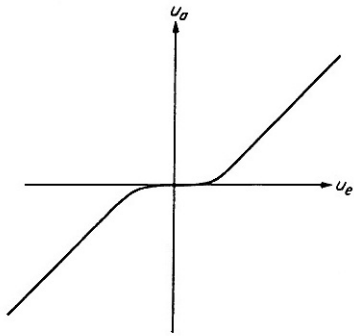

Fig. 4a Übernahmeverzerrung bei
3. Unsymmetrisch arbeitende Verstärkerstufen, d.h. konsequenter Eintaktbetrieb. Daraus resultiert zwangsläufig auch reiner Klasse A-Betrieb. Gegentaktverstärker produzieren um den Nullpunkt herum sogenannte Übernahmeverzerrungen (siehe Fig. 4a und 4b). Diese Art von Verzerrungen können bei Eintaktverstärkern erst gar nicht entstehen. Ein weiterer Vorteil: sowohl positive als auch negative Halbwellen durchlaufen ein und dasselbe verstärkende Bauteil und werden nicht erst auf zwei Wege aufgesplittet, um dann später wieder zusammengefügt zu werden. Der einzige Nachteil der dem Eintaktverstärker anhaftet, ist sein geringer Wirkungsgrad. Große Kühlkörper und Netzteile sind also erforderlich.